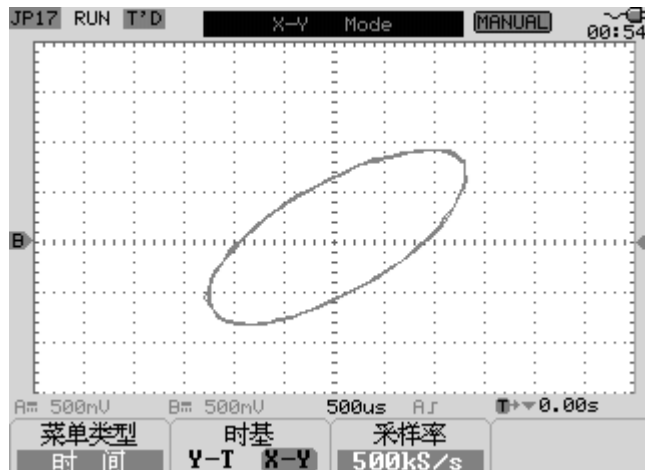

图 2-30 X-Y 显示模式
**注意：**在 X-Y 方式下，波形的幅度可以通过两个通道的 V/DIV 来调整，改变时基 s/DIV，可以获得较好显示效果的李沙育图形如图 2-30